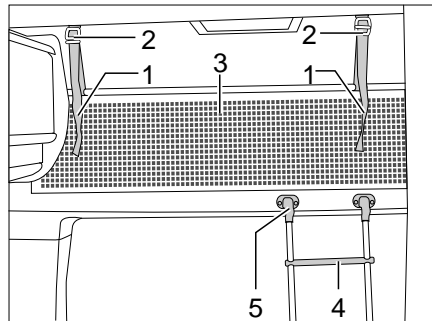

Bild 150 Alkovenbett
Aufstiegsleiter Zum Besteigen des Alkovenbetts die serienmäßig beigelegte Aufstiegsleiter (Bild 150,4) benutzen.
- Die Leiter mit den Holmen in die Halterung (Bild 150,5) an der Alkovenblende einhängen.
Sicherungsnetz Das Sicherungsnetz (Bild 150,3) ist serienmäßig zwischen Matratze und Lattenrost verstaut. Das Sicherungsnetz erst aufspannen, wenn sich die Personen bereits im Alkoven befinden.
- Die Haltebänder (Bild 150,1) in die Halterungen an der Decke (Bild 150,2) einrasten.